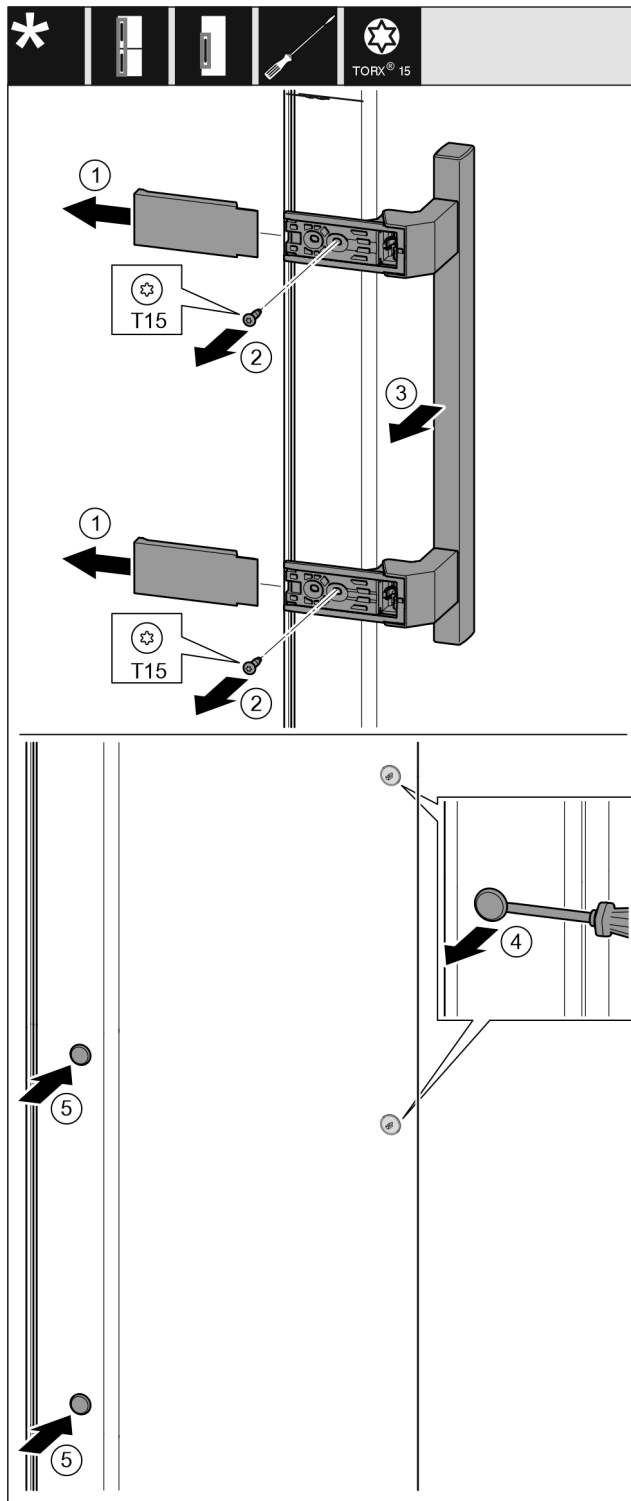

Fig. 17
- Hiqni kapakun mbulues. Fig. 17 (1)
- Nxirrni jashtë vidat me një kaçavidë T15. Fig. 17 (2)
- Hiqni dorezën. Fig. 17 (3)
- Ngrini lart me kujdes tapat anësore me një kaçavidë me kokë petë dhe nxirrini jashtë. Fig. 17 (4)
- Vendosni sërish tapat në anën tjetër. Fig. 17 (5)